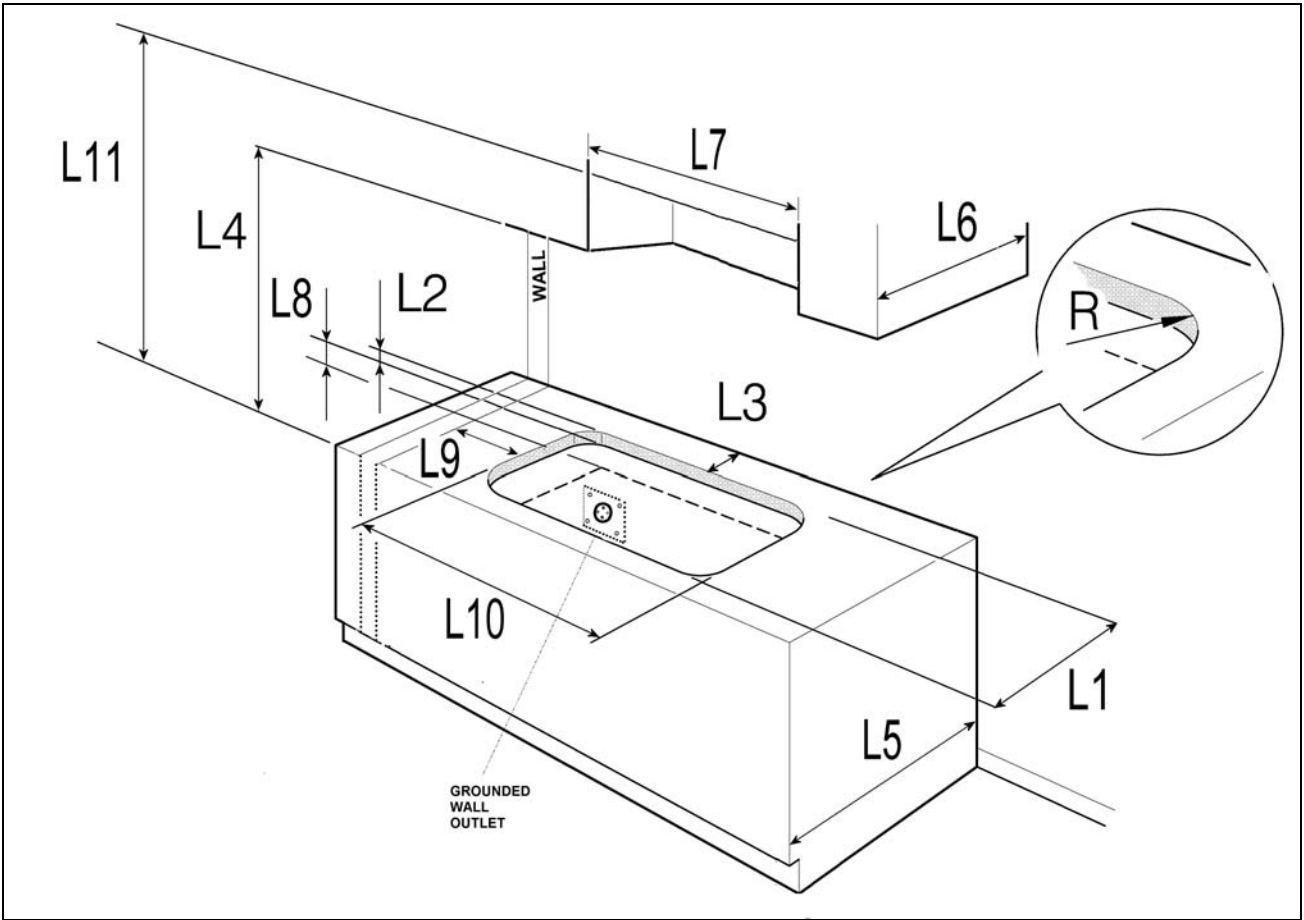

Fig. 1
**Pour le positionnement de la prise au mur pour le branchement de la bonde de mise à terre à trois pôles de l'appareil, voir les indications illustrées en Fig. 1, 2**